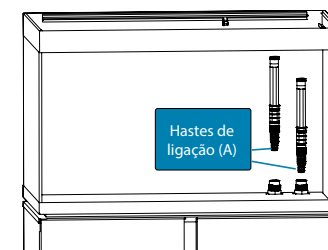

Fig. 2
2. Deslize a haste de ligação (A) completamente através da abertura (O) até parar (Fig. 2).
2. Deslize a segunda haste de ligação (A) completamente através da abertura (I) até parar (Fig. 2).